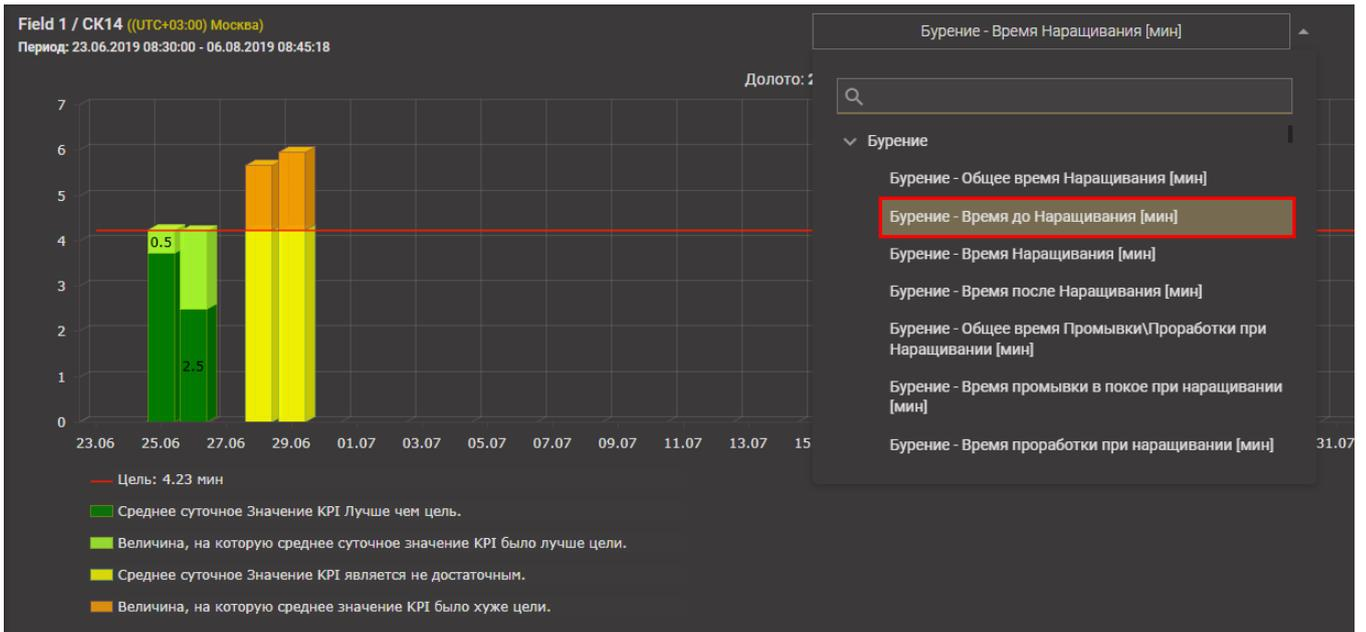

Рис. 2.58
- 1) Выбрать показатель эффективности, который будет представлен на диаграмме. Для этого следует раскрыть выпадающий список и выбрать нужный показатель (рис. 2.58).